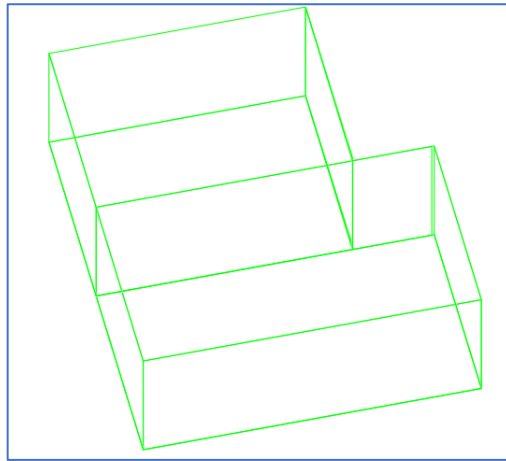

Рисунок 6. Пример 3D Чертежа dwg
3. Генерация упрощённый 3D чертеж dwg установки (фигура с 6 гранями без текста, обозначений и прочего) (рис.6)